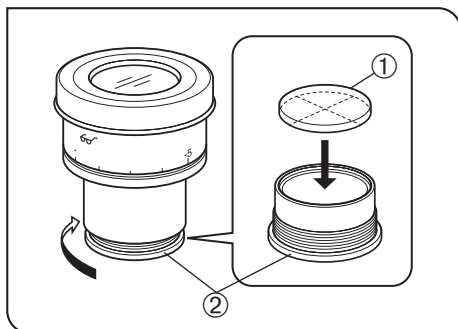

图 36
(图36)
如图 36 所示,逆时针转动内置的测微尺安装架②,并从目镜上取下,放上测微尺①。